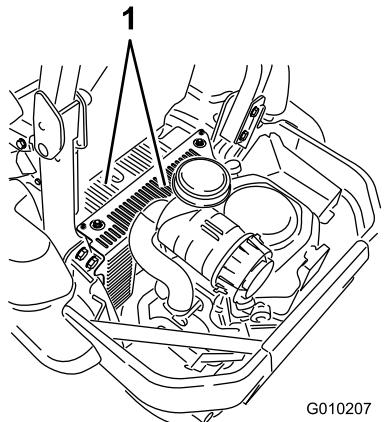

Figura 68
5. Rimuovete sporcizia ed erba dalle coperture dell'unità idraulica (Figura 68).